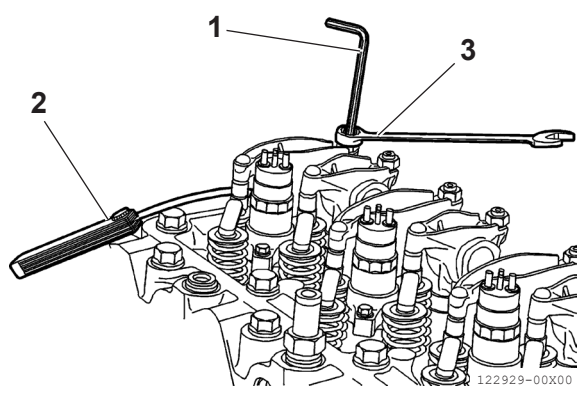

Figura 24
2. El ajuste de la holgura entre los balancines y las varillas de empuje de control de las válvulas de escape y admisión debe realizarse estrictamente con una llave Allen (Figura 24 [1]), una galga de espesores (Figura 24 [2]) y una llave de estrella (Figura 24 [3]).